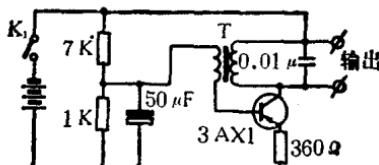

图 1-6 音频信号发生器电路图
3. 信号检测装置：用来检测等位面的情况，可以用两种方法：第一种是以干电池为电源，用带有两支测笔的直流电压表来检测电位分布。第二种是以音频信号发生器为电源，用喇叭来检测电位分布。图 1-6 所示的是音频信号发生器电路图，其中变压器  $T$  数据如下：铁芯截面  $13 \times 10$ (毫米) $^2$ ，